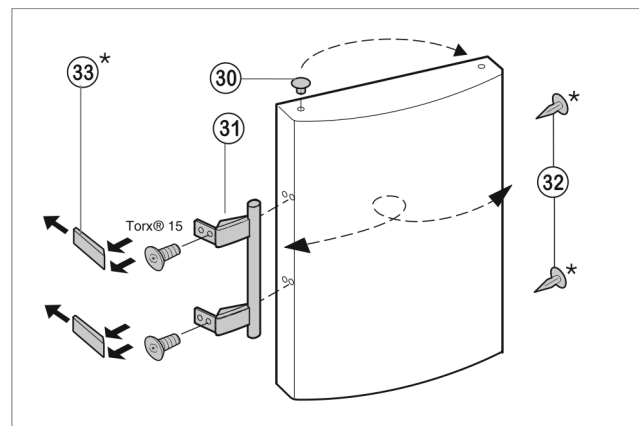

Fig. 9
- ▶ Retire el tapón Fig. 9 (30) del casquillo de cojinete de la puerta y cámbielo de sitio.
- ▶ Desmonte el tirador de la puerta *Fig. 9 (31)*, los tapones *Fig. 9 (32)* y las placas de presión *Fig. 9 (33)* y cámbielos al lado opuesto.